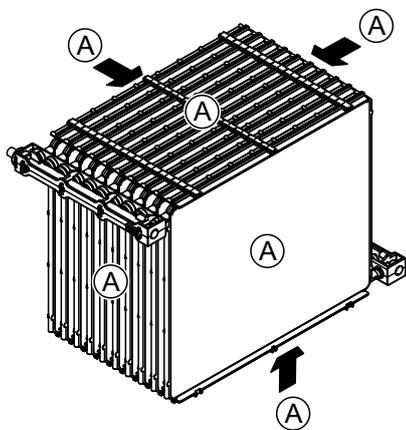

Abb. 16: Membranflächen
- Überprüfen Sie die Membranfläche "A" (siehe Abb. 16) des Befeuchtereinsatzes auf Staubspuren, Verfärbungen und den Kanal auf Verschmutzungen und Wasserrückstände.